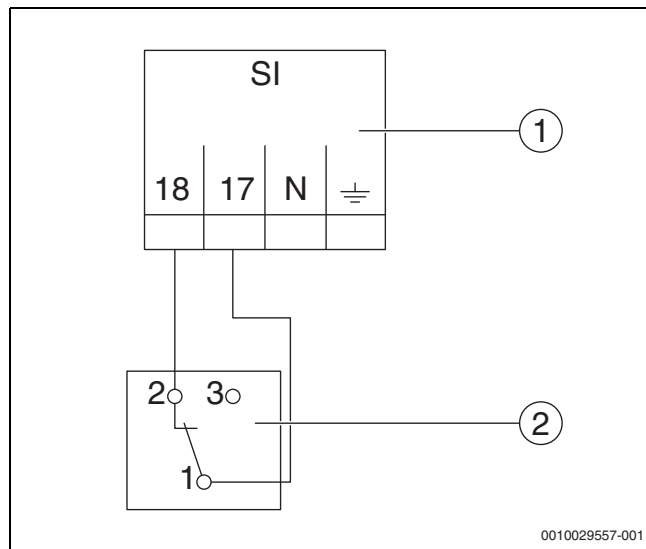

Рис. 6 Подключение внешнего предохранительного устройства
- Подключите провода согласно рис. 6 и схеме соединений.